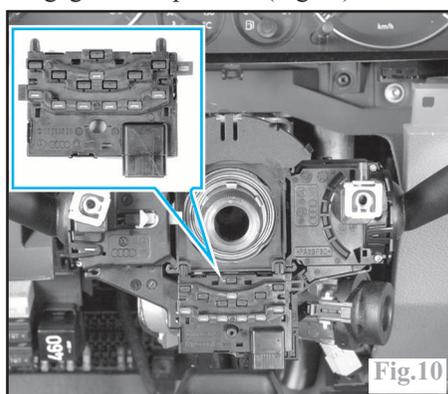

Fig. 10
- le capteur d'angle de braquage, en le dégageant simplement (Fig. 10).